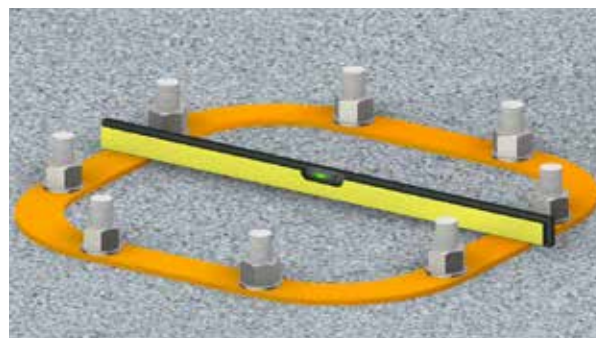

fig.23
5. Nivele la placa de fundación, si es posible sirviéndose de un nivel de burbuja, llene y alise el plinto (fig. 23).